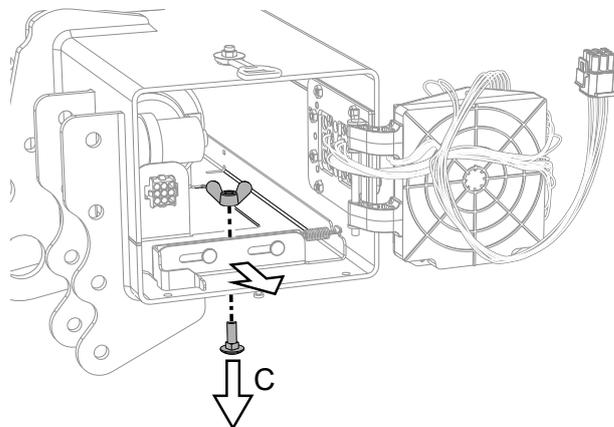
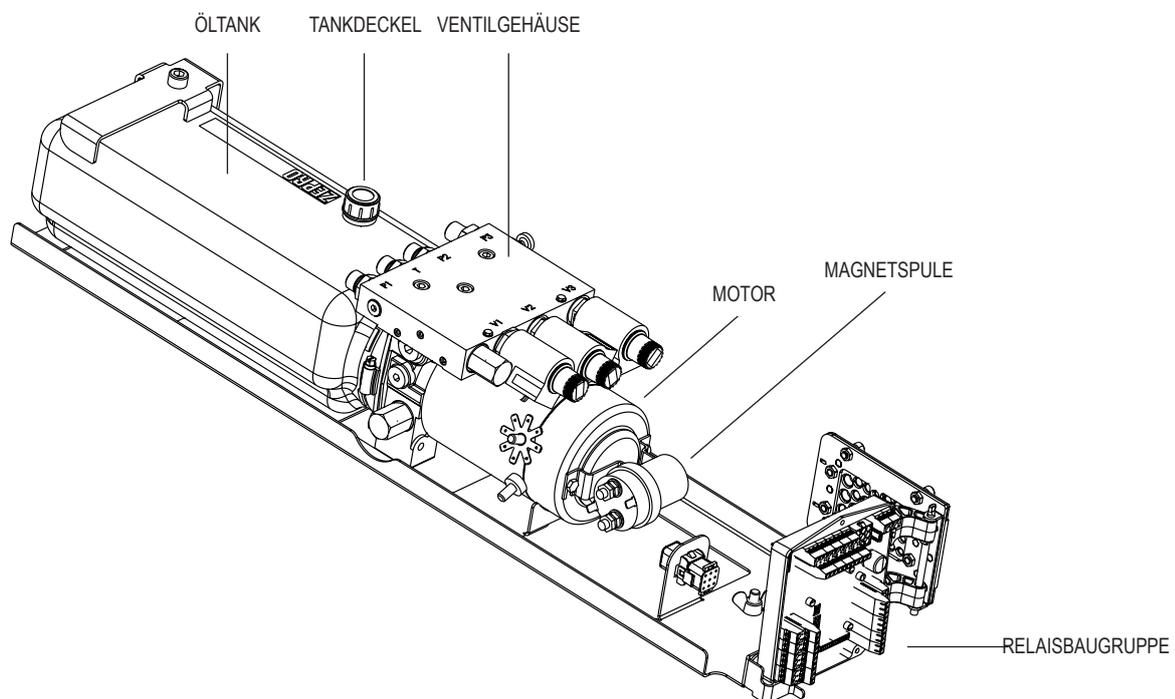

Abbildung 22. Entriegelung Hydraulikaggregat
Abbildung 24. Hydraulikaggregat und Relaiskarte
4. Das Hydraulikaggregat durch Abschrauben der Flügelmutter und der entsprechenden Schraube (C) lösen, siehe Abbildung 22 und das Hydraulikaggregat so weit herausziehen, bis der Tankdeckel zugänglich wird, siehe Abbildung 24.